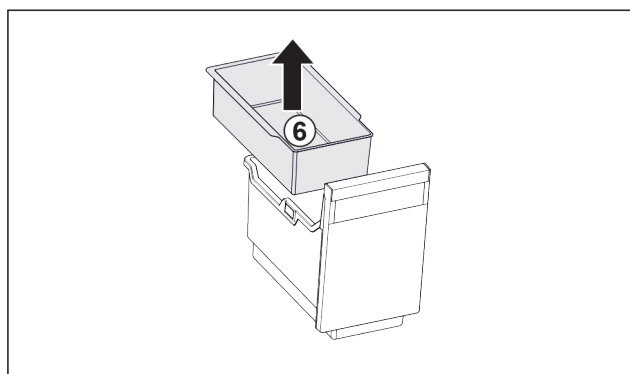

Fig. 42
- Tag holderen i døren Fig. 42 (6) ud.